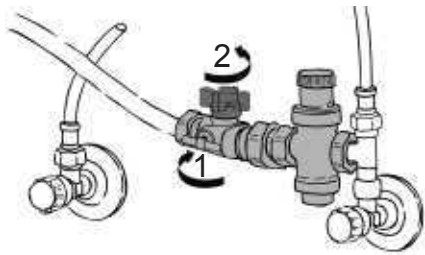

Abb. 42
1. Schließen (Abb. 42/1) und öffnen (Abb. 42/2) Sie das Absperrventil am Wasserdruckminderer, um die Funktionsfähigkeit des Ventils aufrechtzuerhalten.
1. Trennen Sie die Wasserzufuhr. Schließen Sie dazu das Absperrventil am Wasserdruckminderer (Abb. 42/1).
3. Halten Sie den Messbecher unter die seitliche Kontrollöffnung (2) und öffnen Sie diese vorsichtig.